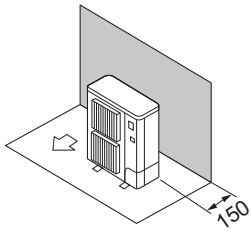

Fig. 3-5
- ① Εμπόδια στην πίσω πλευρά μόνο (Fig. 3-5)